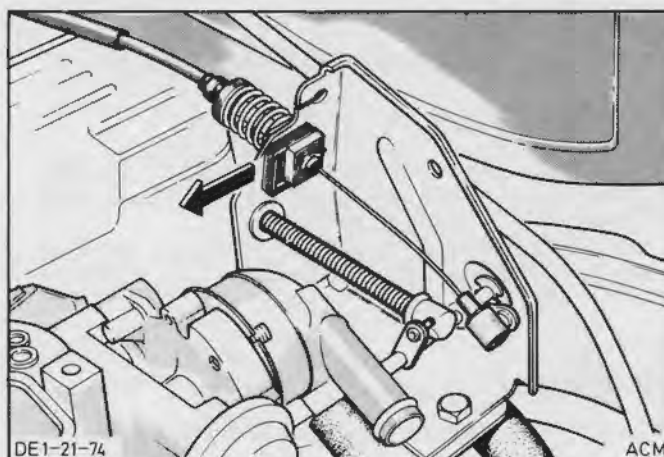

Fig.82. Afmonter gaskablet (1,8 ltr. motor er vist)
9. Afmonter gaskablet fra holderen og gasspjældsakslens arm, Fig.82.